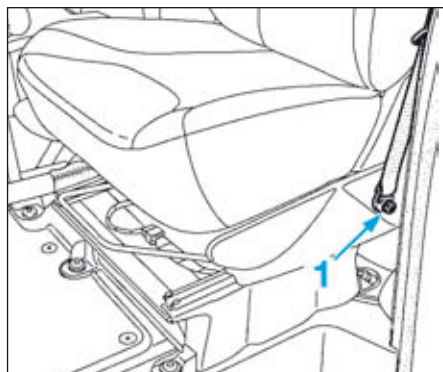

FIG.5
- déposer la vis (1) de ceinture de sécurité (Fig.5),